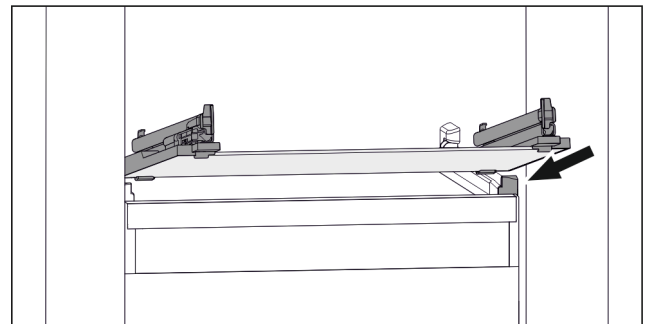

Fig. 159 Reprezentare exemplificativă a plăcii de sticlă
- ▶ Așezați placa de sticlă oblic în spatele opritoarelor. (vezi Fig. 159)